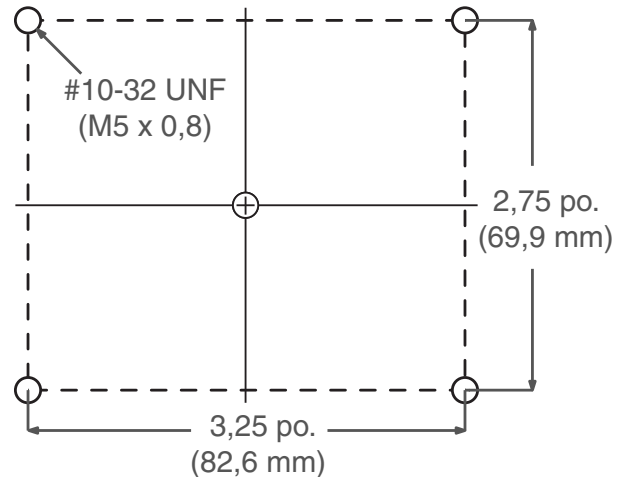

Fig. 37: Orificios de montaje para CGM
4. Taladre los orificios de montaje con las dimensiones indicadas en la Fig. 37.